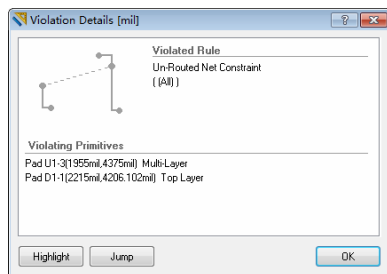

图 16-21 违规细节信息框
(4) 双击第三个列表区域的违规项，打开违规细节信息框，如图 16-21 所示，其中详细介绍了设计规则的违规情况。单击 Highlight 按钮在编辑窗口中高亮显示违规处，单击 Jump 按钮跳转到编辑窗口中的违规处。
(5) 改正违规问题。可以将这两个焊盘分别与其他同网络焊盘连接，或者就近放置两个连接到 VCC 和 GND 网络的过孔，然后将过孔分别与这两个引脚相连。
(6) 改正以后，还要进行验证。在第二个列表区域选择 UnRoutedNet，单击鼠标右键，在弹出菜单中选择 Run DRC